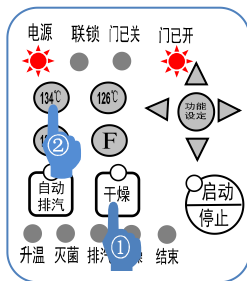

图 12
① 放好灭菌物，闭合上盖，将门开关手柄扳至  位置，门已关灯亮起，需在“未按启动键”的状态下设定灭菌温度与灭菌时间。
① **一键式操作：**当用户所需灭菌温度为操作面板上规定的 3 种灭菌温度中的其中一种，可选用一键式操作模式。
1. 按操作面板上的“干燥”键，再按所需的“灭菌温度”键。图 12